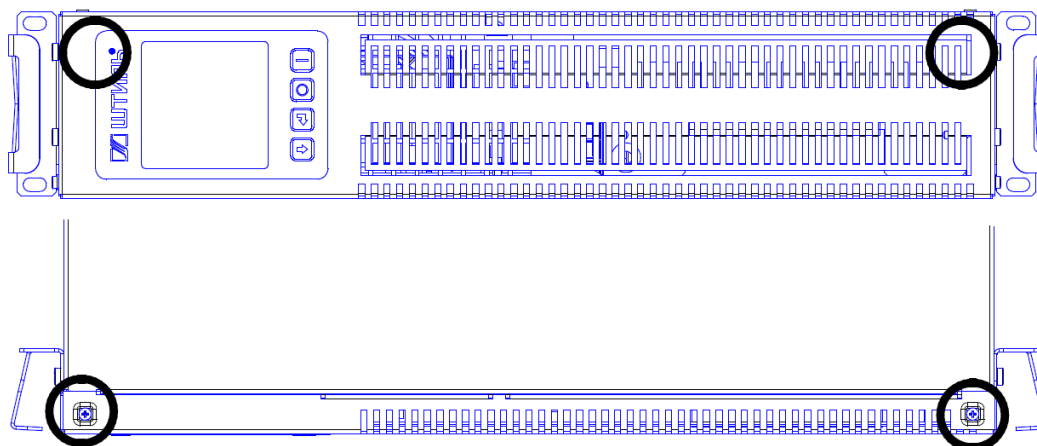

Рисунок 3.1 – Вид ИБП спереди и сверху
1. Отвернуть два винта на фронтальной панели ИБП (см.рисунок 3.1)